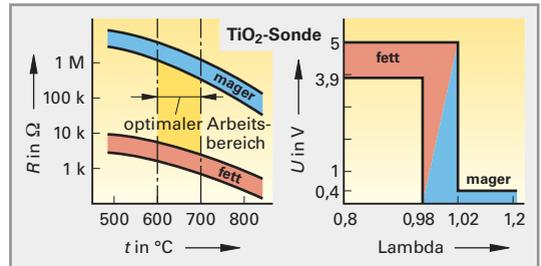

Bild 4: Kennlinien der Widerstandssprungs-sonde
**Wirkungsweise (Bild 4).** Abhängig von der Sauerstoffkonzentration im Abgas und der Keramikkörpertemperatur ändert Titandioxid seine Leitfähigkeit. Bei magerem Gemisch ( $\lambda > 1$ ) ist das Titandioxid weniger leitfähig als bei fettem Gemisch ( $\lambda < 1$ ).